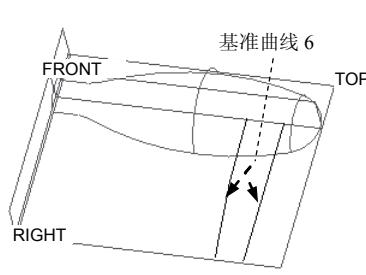
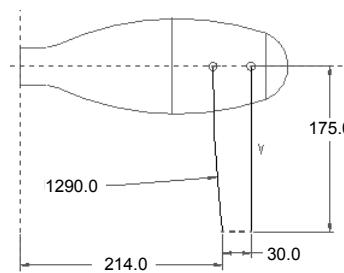

图 6.7.21 创建基准曲线 6
图 6.7.22 截面草图
Step13. 创建图 6.7.21 所示的基准曲线 6。
- (1) 单击“草绘基准曲线”按钮.
- (2) 定义草绘截面放置属性：设置 TOP 基准平面为草绘面；采用默认的草绘视图方向；RIGHT 基准平面为草绘平面的参照，方向为**右**；单击**草绘**按钮。
- (3) 接受默认草绘参照，然后绘制图 6.7.22 所示的截面草图，完成后单击 按钮。